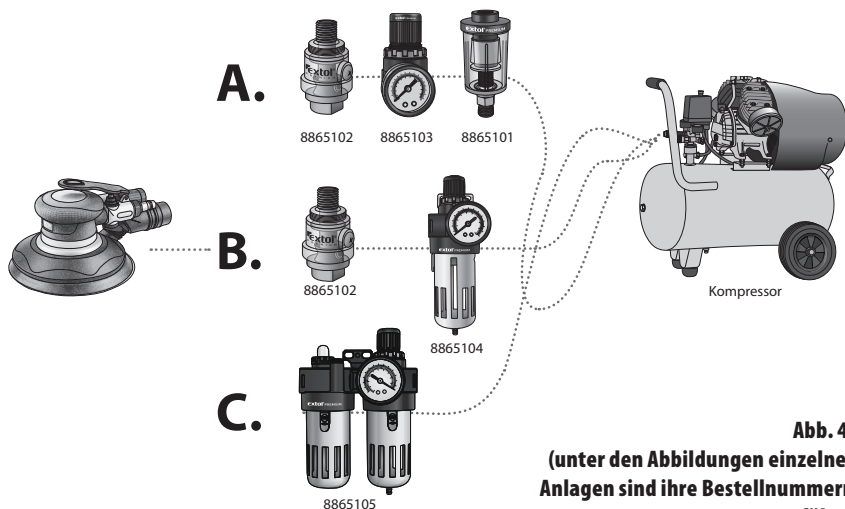

Abb. 4,
Bestellnummer des Gerätes (Abb. 4)	Beschreibung des Gerätes (Aufbereitungsanlagen)
- Die Druckluftschleifmaschine wird mit Druckluft angetrieben, die frei von Feuchtigkeit - Kondensat - sein und beigemischtes Pneumatiköl enthalten muss. Zu diesem Zweck dienen die im Schema auf Abb. 4 dargestellten und beschriebenen Zusatzanlagen, die vor dem Lufteinlass in die Schleifmaschine in der angeführten Reihenfolge installiert sein müssen.
MÖGLICHE SCHALTUNGEN (SIEH SCHEMA ABB. 4)
- Die Reihenfolge der im Schema auf Abb. 4 dargestellten Aufbereitungsanlagen muss beim Anschluss eingehalten werden.
MIT DREI AUFBEREITUNGSEIHEITEN (1+1+1) GEM. PUNKT A) ABB. 4
MIT HILFE VON ZWEI AUFBEREITUNGSANLAGEN (1 + 2 IN EINEM) GEM. PUNKT B) SIEHE ABB. 4
MIT EINER AUFBEREITUNGSEIHEIT (3 IN 1) GEM. PUNKT C) ABB. 4